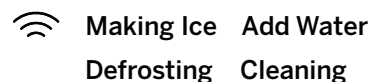

Figura 3
3. El agua comenzará a circular y el indicador de "Limpieza" se iluminará sobre el lado izquierdo de la unidad para confirmar que la unidad se encuentra ahora en el proceso de limpieza. Ver figura 3. Luego de tres minutos el agua dejará de circular y el indicador de "Limpieza" se apagará.